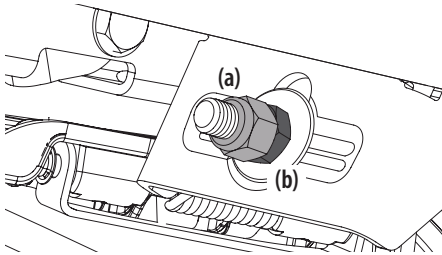

Figura 40
- Para **elevar** el frente de la plataforma, extraiga la tapa de extremo, afloje la contratuerca exterior (a) y apriete (rosca hacia adentro) la tuerca interior (b) contra la ménsula de suspensión delantera. Consulte la Figura 40. Una vez alcanzado el ajuste adecuado, vuelva a ajustar la contratuerca exterior (a) y vuelva a colocar la tapa de extremo.
- Para **bajar** el frente de la plataforma, extraiga la tapa de extremo, afloje la contratuerca exterior (a) y afloje (rosca hacia afuera) la tuerca interior (b) alejándola de la ménsula de suspensión delantera. Consulte la Figura 40. Cuando se logre el ajuste correcto, vuelva a apretar la contratuerca exterior (a) hasta 57 pies-libras (77 N-m) y vuelva a colocar la tapa de extremo.